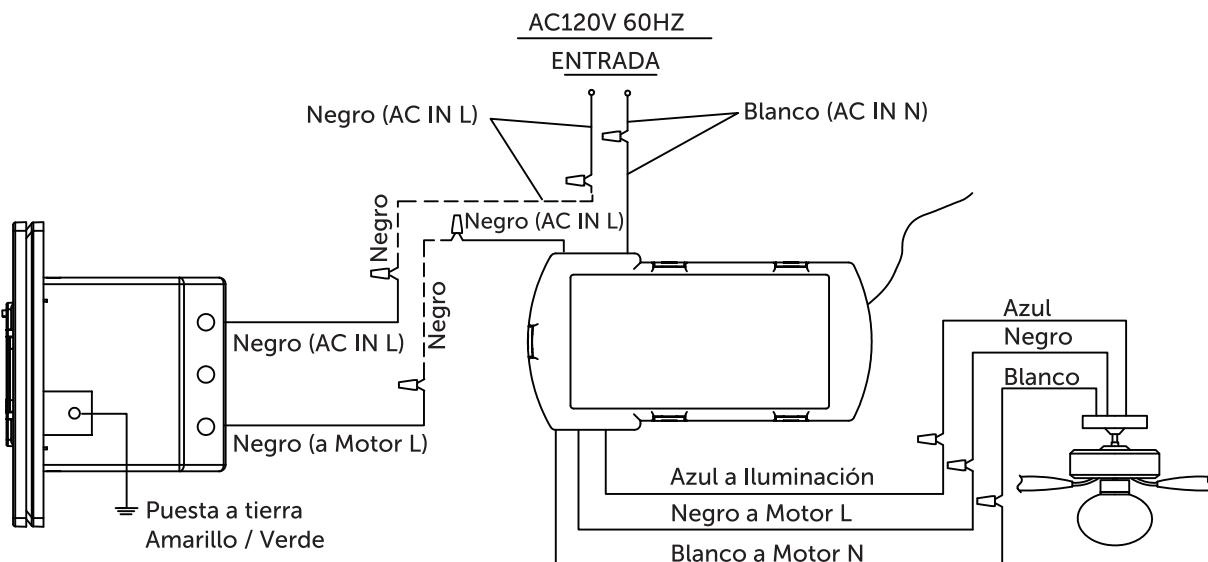

Figura 1
- 2. Realice las conexiones de cables al bloque del terminal como se muestra en la Figura 1.